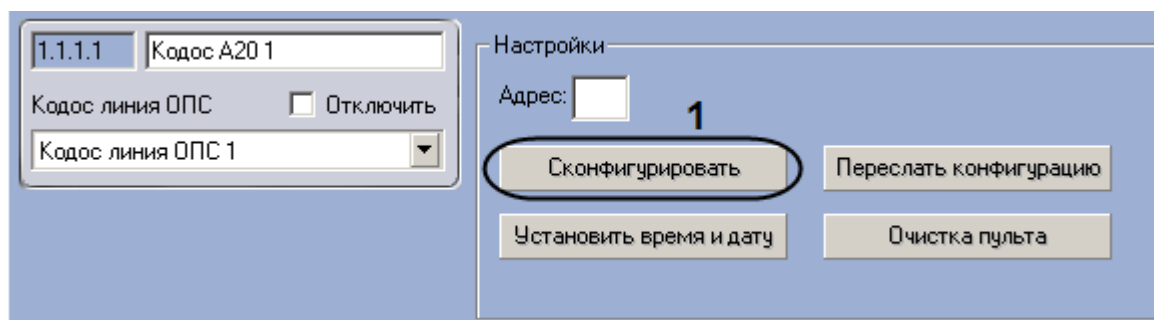

Рис. 3.6—4 Переход к конфигурированию ППКОП Кодос А-20
1. Перейти на панель настроек объекта **Кодос А20** (Рис. 3.6—4).
2. Нажать на кнопку **Сконфигурировать** (см. Рис. 3.6—4, 2).